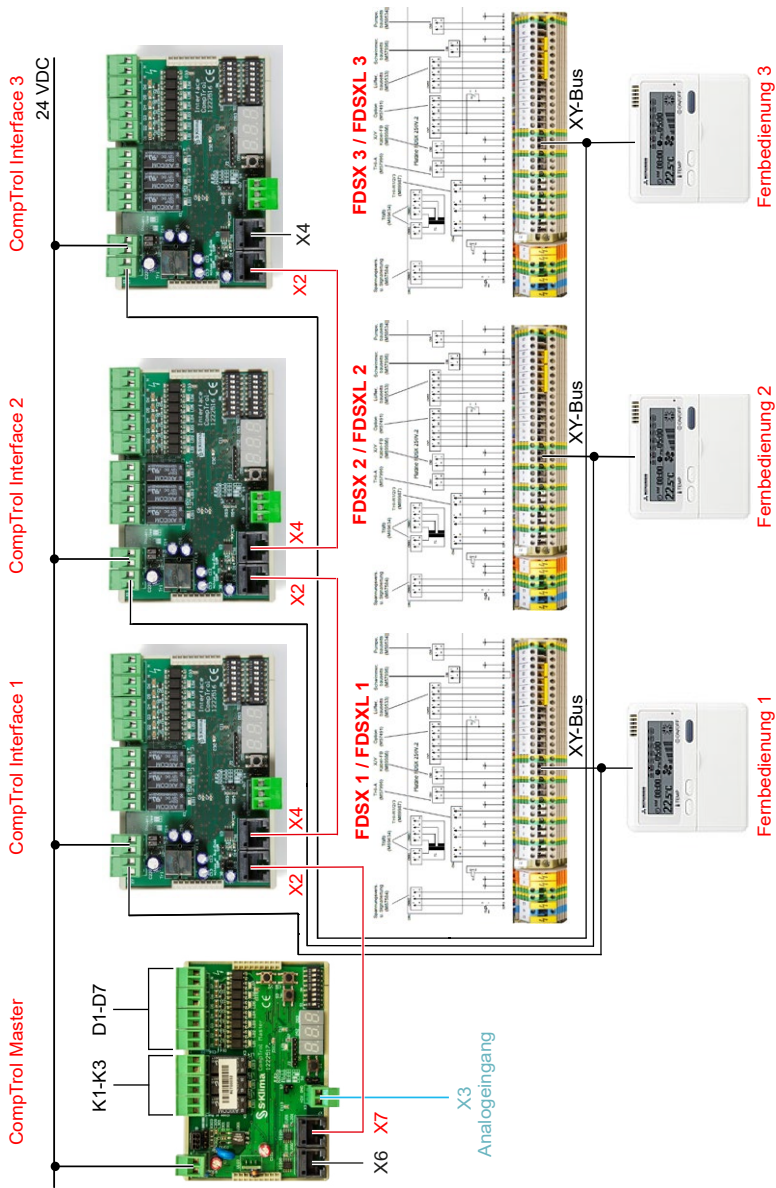

Abbildung 2: Anschlussschema des CompTrol Masters mit verbundenen CompTrol Interfaces
5. Das CompTrol Master gemäß Anschlussplan anschließen (siehe Abbildung 2 auf Seite 10).
- Beachten Sie dazu auch das Anschlussschema in „Abbildung 2: Anschlussschema des CompTrol Masters mit verbundenen CompTrol Interfaces“ auf Seite 10).
4. Das CompTrol Master mit dem ersten CompTrol Interface verbinden. Dazu das Kabel am Busanschluss **X2** des ersten CompTrol Interfaces (siehe Abbildung 2 auf Seite 10) anschließen.
5. Ein geeignetes Kabel (siehe Technisches Handbuch CompTrol Interface) am Busanschluss **X4** des ersten CompTrol Interfaces (siehe Abbildung 2 auf Seite 10) anschließen. Das erste CompTrol Interface mit dem zweiten CompTrol Interface verbinden. Dazu dieses Kabel am Busanschluss **X2** des zweiten CompTrol Interfaces (siehe Abbildung 2 auf Seite 10) anschließen.
- Für Schritt 5 gilt: Anstatt am Busanschluss **X4** des ersten CompTrol Interfaces (siehe Abbildung 2 auf Seite 10) können Sie dieses Kabel am frei gebliebenen Busanschluss **X6** oder **X7** des CompTrol Masters (siehe Abbildung 2 auf Seite 10) anschließen. In dem Fall dieses Kabel auch am Busanschluss **X2** des zweiten CompTrol Interfaces (siehe Abbildung 2) anschließen.
6. Das zweite CompTrol Interface über seinen Busanschluss **X4** (siehe Abbildung 2 auf Seite 10) mit einem weiteren geeigneten Kabel mit dem dritten CompTrol Interface über seinen Busanschluss **X2** verbinden.